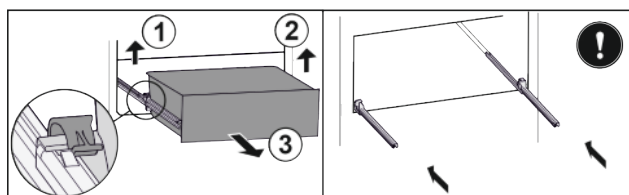

Fig. 36\*
- ▶ Zásuvku odpojte vlevo Fig. 36 (1).\*
- ▶ Odpojte vpravo Fig. 36 (2).\*
- ▶ Odeberte směrem dopředu Fig. 36 (3).\*